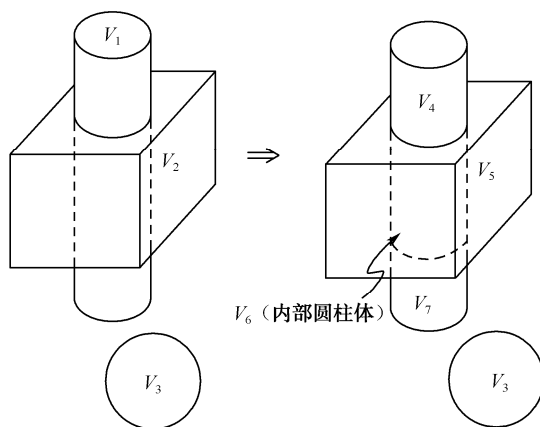

图 2-28 体的分块连接示意图
(3) 体的分块连接：生成多个体，其示意图如图 2-28 所示。